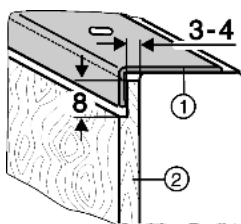

Fig. 10
- ▶ Более толстые декоративные панели *Fig. 10 (2)* согласно рисунку срезают уступом на толщину максимум 4 мм.